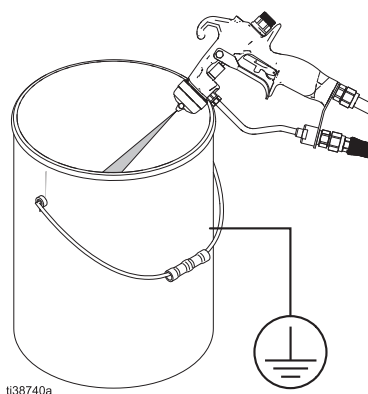

FIG. 11 : Relâchez la pression du pistolet
5. Tenez une partie en métal du pistolet contre un seau en métal mis à la terre. Actionnez la gâchette du pistolet pour relâcher la pression. Voir FIG. 11.